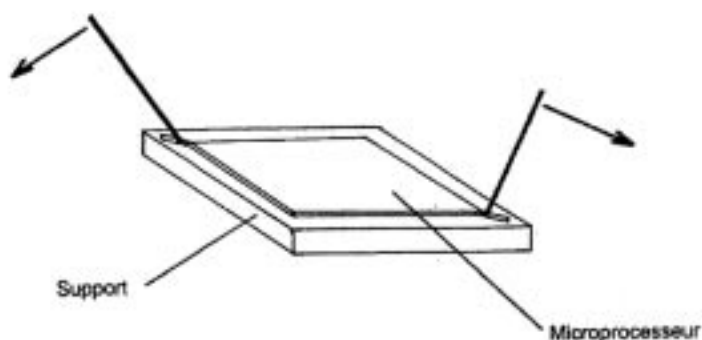

FIGURE 3
- Introduire une pointe, (clou, pointe à tracer, petit tournevis...) dans le support du microprocesseur et faite levier avec la pointe en haut à gauche puis en bas à droite jusqu'à ce que le microprocesseur soit sorti FIG 3.